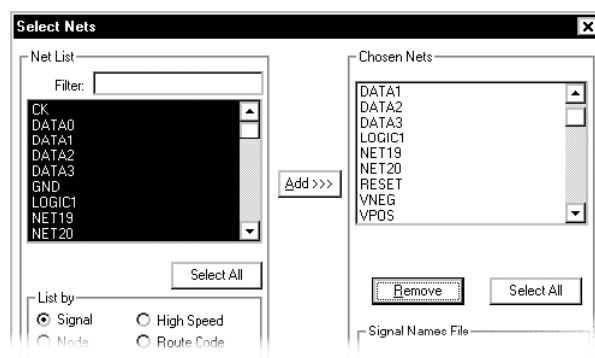

Рис. 22. Выбор цепей для автотрассировки.
10. В появившемся окне Select Nets (рис. 22) в левом списке Net List нажмем кнопку Select All и выберем все цепи, после чего нажмем кнопку Add.